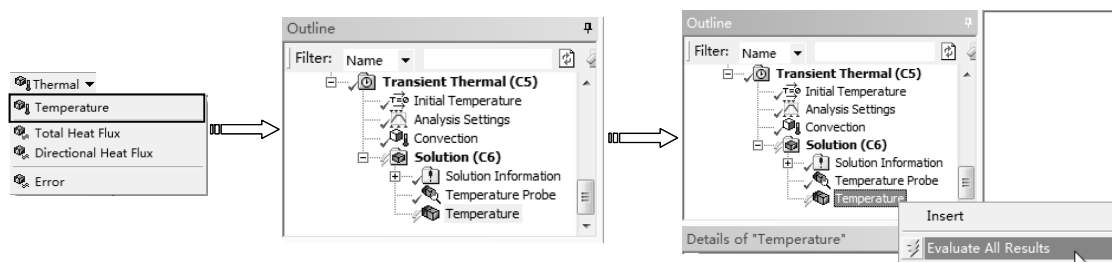

图 11-95 添加温度求解项
4) 求解温度。单击【Solution】工具栏上的【Thermal】|【Temperature】命令，此时在分析树中插入【Temperature】求解项。右击插入的【Temperature】求解项，在弹出的快捷菜单中选择【Evaluate All Results】命令，如图 11-95 所示。